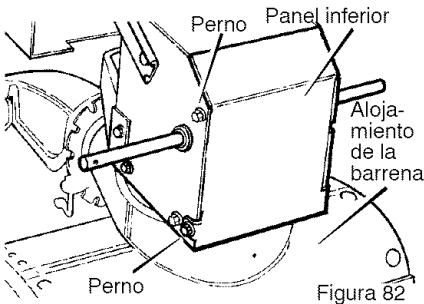

Figura 82
2. Ponga el quitanieves en posición vertical sobre la parte delantera del **alojamiento de la barrena** (Figura 82).
4. Afloje los **pernos** a cada lado del **panel inferior** (Figura 82).
5. Instale el **panel inferior** (Figura 82).
2. Ponga el quitanieves en posición vertical sobre la parte delantera del **alojamiento de la barrena (4)**. (Figura 82).